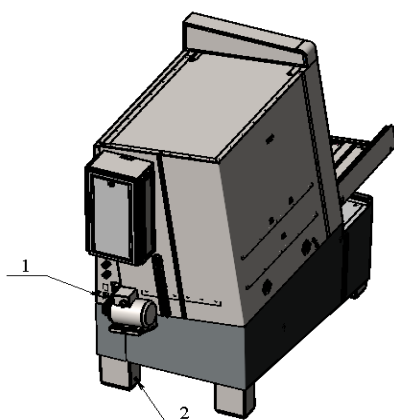

Рис. 3.
4.7 Подключить стенд к имеющейся пневмосистеме через переходник (рис.3), расположенный на задней стенке изделия.